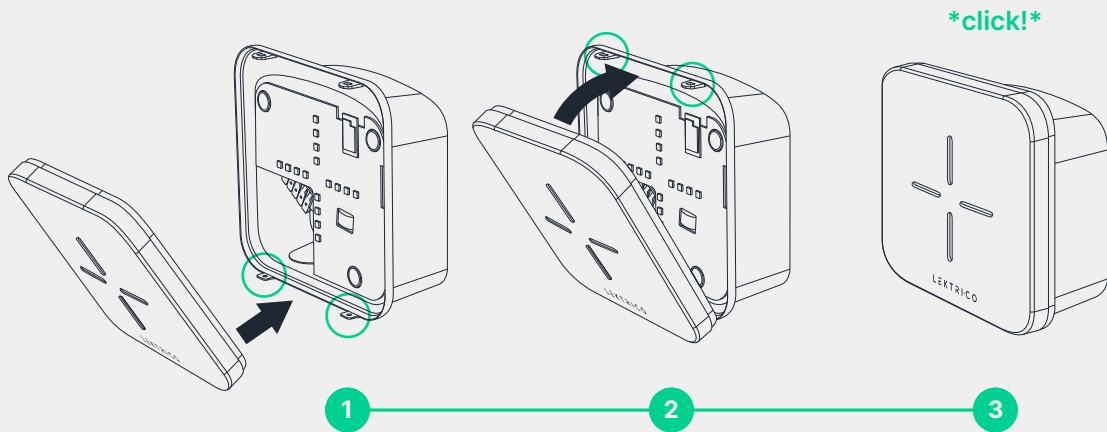

Fig. 10 - Montarea capacului frontal
19. Instalați capacul frontal împingându-l ușor în poziție, mai întâi în cele 2 cleme de fixare de jos și apoi în cele 2 cleme de fixare de sus. (Fig. 10)